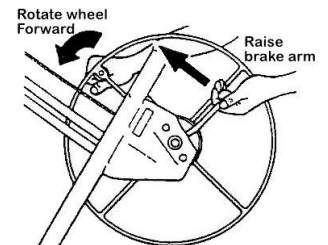

Figure 2
- a) Houd het lierwiel en de remarm vast (fig. 2).